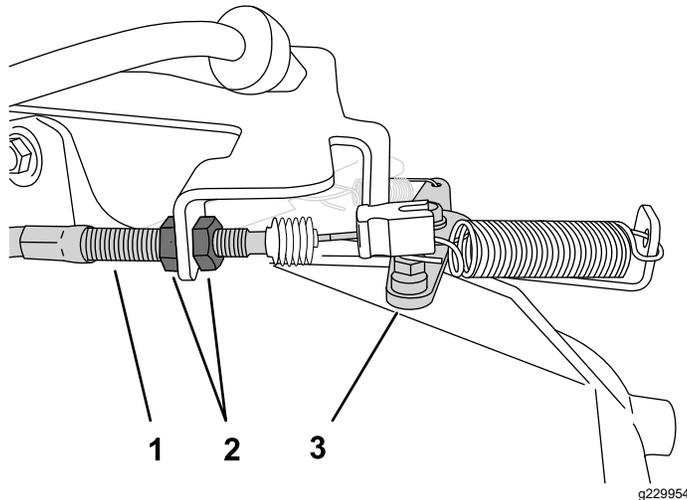

図 41
2. ローアイドルを高くするには、スロットルケーブルハウジングのところで前側のジャムナットをゆるめて後ジャムナットを締める 図 41。